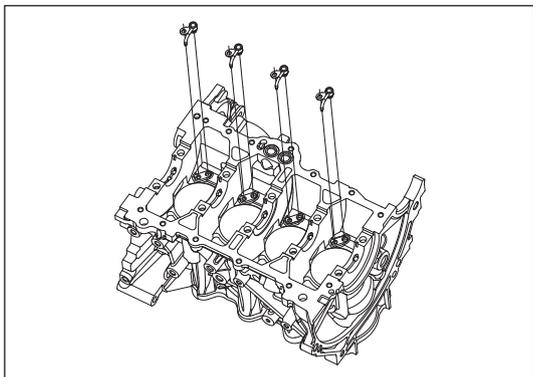
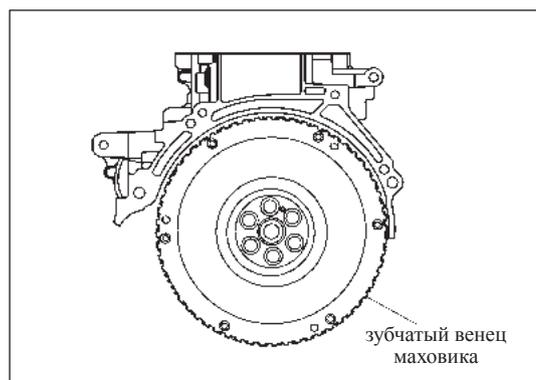
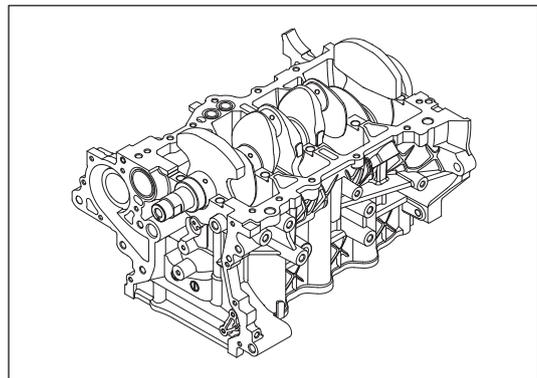

Рис. 13-3-5. Снятие коленчатого вала
Рис. 13-3-6. Проверка зубчатого венца маховика
Рис. 13-3-8. Установка коленчатого вала
(4) Отсоединить форсунки охлаждения поршней, снять четыре фланцевых болта (M6×12), снять четыре форсунки охлаждения поршней, как изображено на Рис. 13-3-5.
- (1) Проверить зубья зубчатого венца коленчатого вала на наличие поломок, проверить зубчатый венец и маховик на наличие слабину; если имеются вышеуказанные дефекты, заменить маховик, как изображено на Рис. 13-3-6.
- (2) Проверить внешнее и внутреннее кольца шкива с демпфером на проскальзывание и осевое биение, проверить резиновый слой на наличие признаков износа и растрескивания; если имеются вышеупомянутые дефекты, заменить шкив.
- (3) Проверка форсунок охлаждения поршней
- в) Проверить правильность углов, под которыми располагаются форсунки охлаждения поршней, см. Рис. 13-3-5.
- (4) Проверка коленчатого вала и вкладышей коренных подшипников.
- ① Вытереть масло на шейках и внутренних поверхностях вкладышей коренных подшипников, затем установить вкладыши коренных подшипников.
- ② Установить коленчатый вал, как изображено на Рис. 13-3-8.